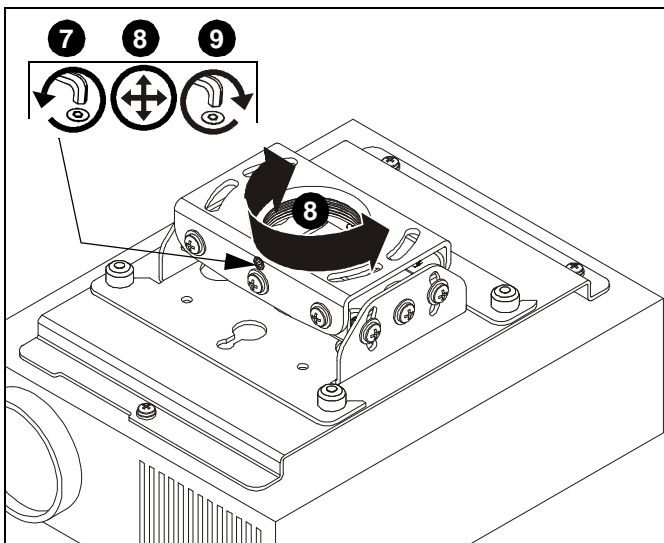

Abb. 11
7. Lösen Sie die Feststellschraube. (Siehe Abb. 11)